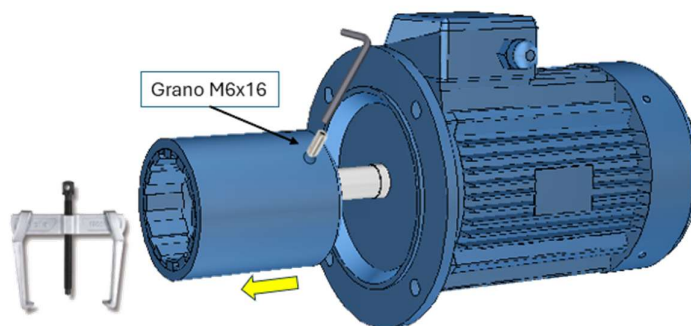

Figura 3
2. Nel caso occorra rimuovere il magnete esterno (Figura 3) dall'albero del motore procedere svitando i due grani di serraggio con una chiave a brugola e quindi utilizzare un estrattore per non danneggiare l'albero del motore o il magnete esterno.